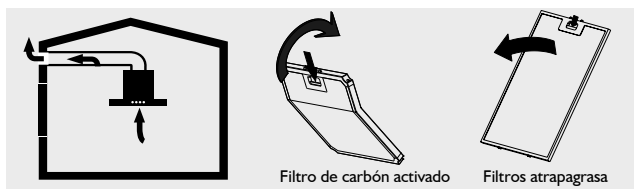

Figura 4
- Retire primero los filtros atrapagrasa, presionando la pestaña de los mismos y tirando de ellos en la dirección que indica la flecha. (Es necesario sostener el filtro con la otra mano para evitar que se caiga). (Ver Figura 4).
- Luego retire el filtro de carbón activado presionando la pestaña en la dirección que indica la flecha. (Ver figura 4).
- Retire primero los filtros atrapagrasa, para esto debe presionar la pestaña de los mismos y tirar de ellos en la dirección que indica la flecha. (Es necesario sostener el filtro con la otra mano para evitar que se caiga). (Ver Figura 4).